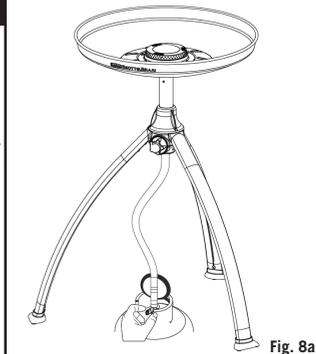

Fig. 8a
- Juster flammens intensitet til det ønskete nivå ved å dreie styreknappen (K) med uret for å øke flammen og mod uret for å redusere den (se fig. 8a & b).
- Etter bruk stenges først ventilen på gassbeholderen (såfremt en sådan forefinnes). Når flammen er slukket, stenges ventil (K) på enheten ved å dreie styreknappen (K) hele vejen med uret.
- Tenning med tennstikker eller grilltennere (se fig. 8a og 8b)